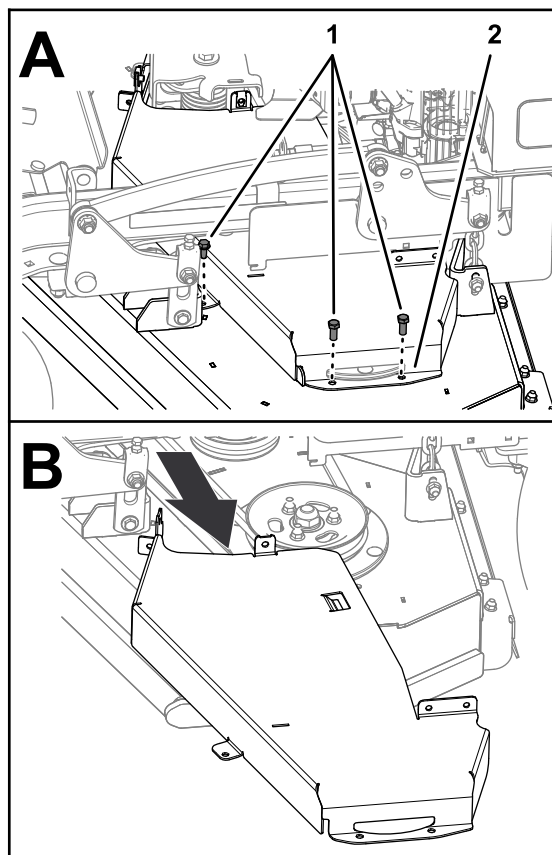

図 37
4. 左側ベルトカバーをデッキに固定しているボルト3本を外してカバーを外す 図 37。